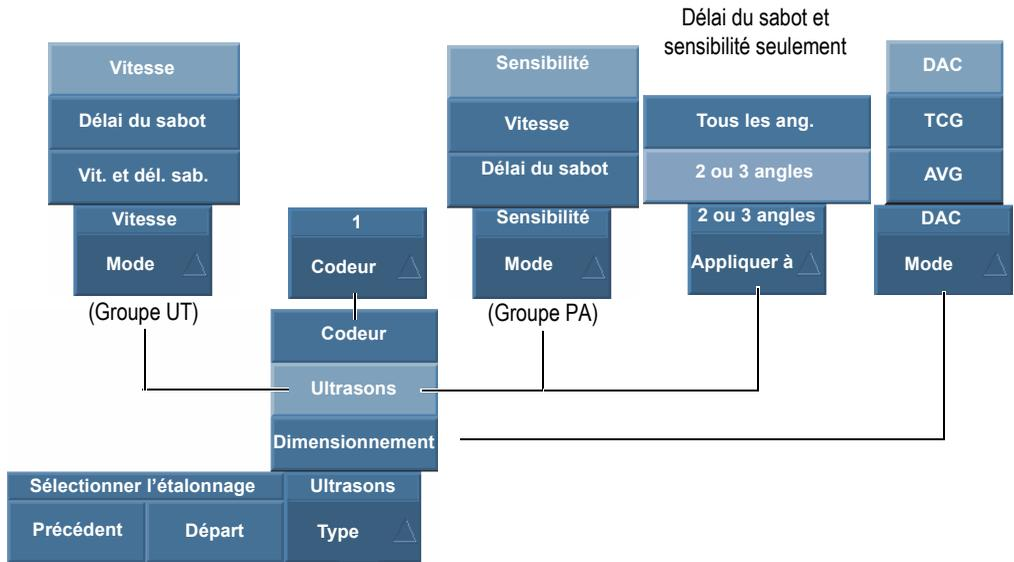
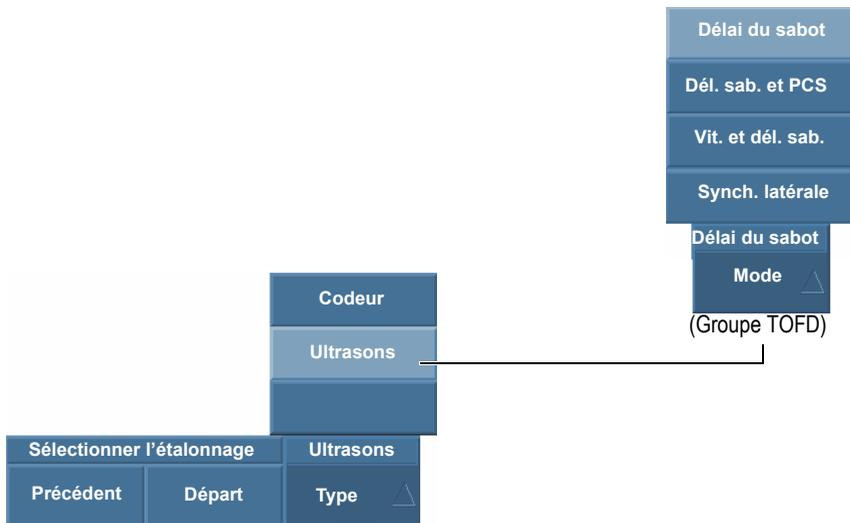

Figure 5-1 Choix de paramètres à étalonner à l'étape Sélectionner l'étalonnage
Figure 5-2 Choix des paramètres à étalonner – Groupe TOFD
2. Dans la liste **Type**, sélectionnez le type d'étalonnage à effectuer (voir la Figure 5-1 à la page 126 et la Figure 5-2 à la page 126).
3. Selon la sélection faite à l'étape précédente (voir la Figure 5-1 à la page 126), sélectionnez le paramètre à étalonner dans la liste **Codeur** ou **Mode**.